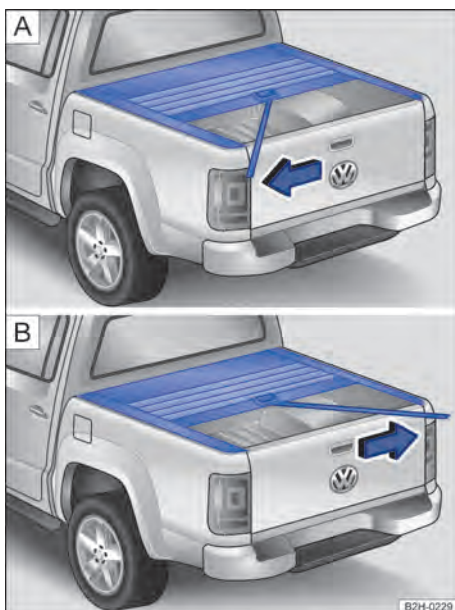

Fig. 29 Capota marítima do compartimento de carga: **A**: ativar o mecanismo de destravamento e **B**: desativar.
- **Abrir completamente:** posicionar o manípulo ② A para cima, até o batente. A cobertura sobe automaticamente. A cinta de tração ⑤ B permanece no centro.
- **Posição intermediária:** Puxar o manípulo ② A para cima até o batente e puxar a cinta de tração ⑤ B durante o processo de abertura no sentido da seta para a esquerda → Fig. 29 C. A cobertura engata na posição intermediária.
- **Abrir a partir da posição intermediária:** Puxar a cinta de tração para a direita → Fig. 29 D. A cobertura sobe automaticamente.